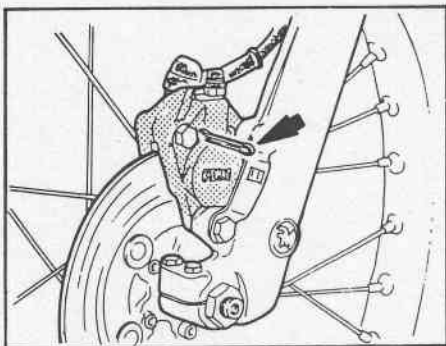

Fig. 35 - Pinza freno
- smontare le coppie: (fig.35);